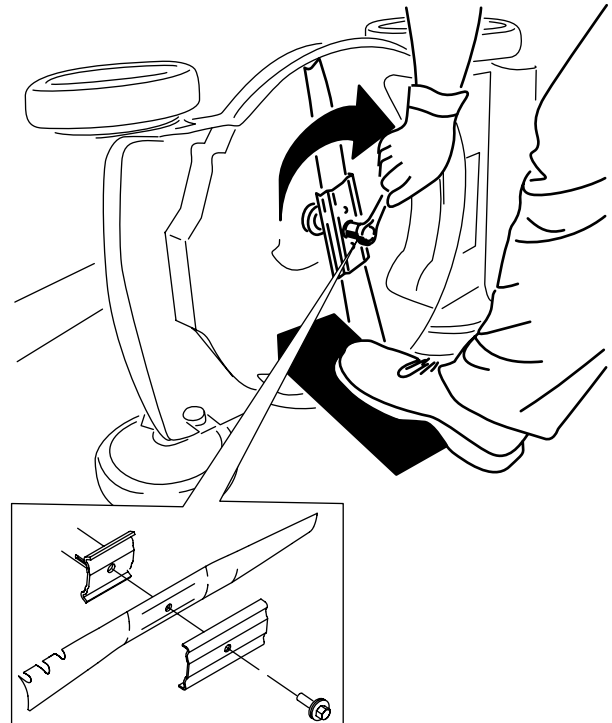

Figura 19
4. Instale la cuchilla nueva y todos los herrajes de montaje (Figura 19).